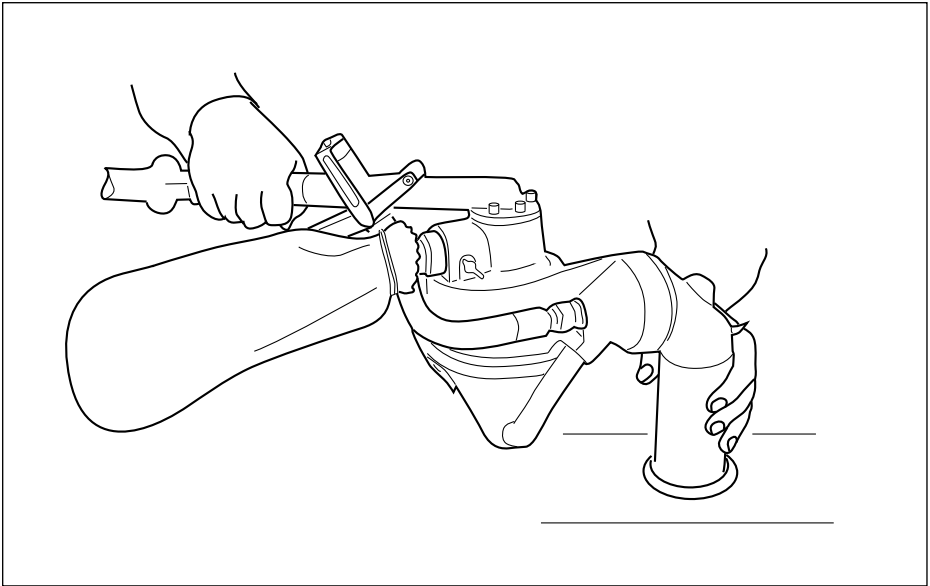

Abb. 4.2.1 Handhabung des Geräts
4.2.1 Handhabung des Geräts. Greifen Sie den Hebelgriff mit einer Hand und den Gummiaufsatz mit der anderen Hand. Das Gehäuse des Geräts muss senkrecht stehen und der Strahlmittelbehälter muss nach unten gerichtet sein. Der Strahlkopf des Educt-O-Matic kann in jede beliebige Richtung zeigen ohne dass das Gehäuse des Geräts gedreht werden muss. Halten Sie den Gummiaufsatz fest gegen die Arbeitsfläche um das Gerät gegen die Arbeitsfläche abzudichten und um den Verlust von Strahlmittel zu vermeiden (siehe Abb. 4.2.1 & 4.2.2).